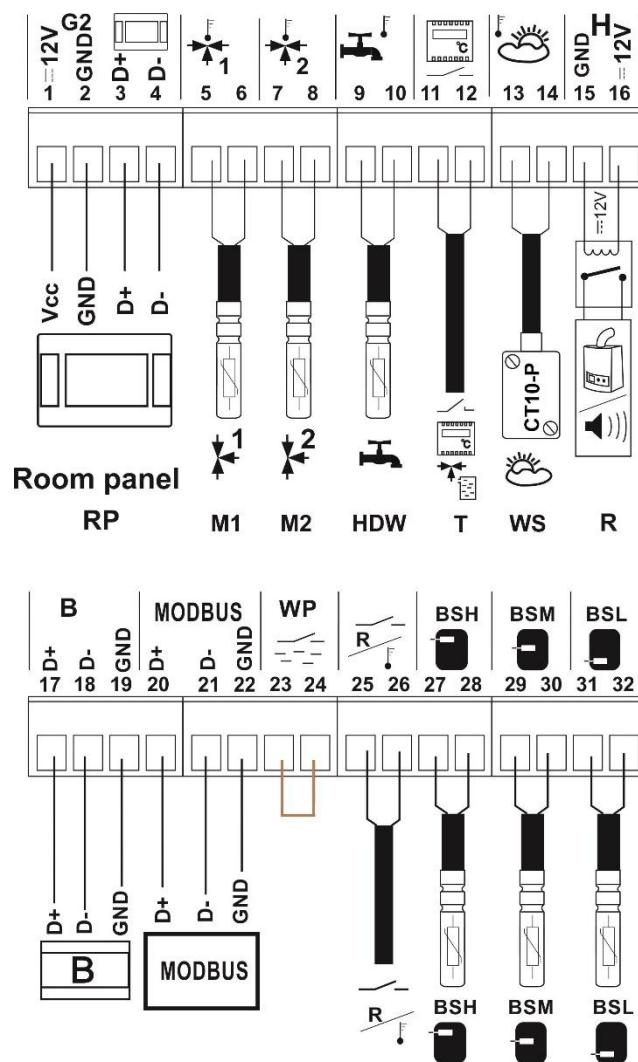

Figura 20. Schema elettrico di collegamento delle sonde e del pannello ambiente
Collegare la sonda esterna corrispondente ai morsetti indicati nel quadro elettrico (vedi figura 20) e posizionare l'elemento di misura nel punto desiderato dell'impianto di riscaldamento. Il cavo della sonda non deve entrare in contatto con superfici calde della caldaia o dell'impianto, e deve essere fissato in modo sicuro per evitare strappi.
Il collegamento avviene mediante un cavo con sezione minima di 0,5 mm² e lunghezza massima di 25 m. La polarità dei conduttori non è rilevante. L'estremità libera del cavo va collegata ai morsetti 13-14 (vedi figura 20) sul lato sinistro del quadro del regolatore.
- Collegare la sonda di temperatura del MIXER sul lato sinistro del quadro del regolatore (vedi figura 20).
Collega il termostato ai morsetti 11-12 (figura 20) sulla parete sinistra del quadro di controllo del regolatore. Dopo l’installazione, è necessario abilitare il termostato ambiente per il controllo dei circuiti di riscaldamento miscelati nel menu: